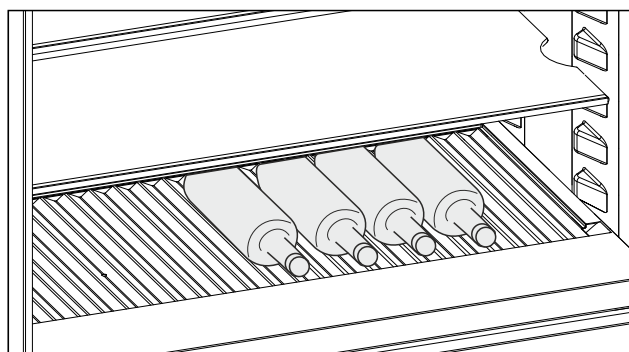

Fig. 207 Immagine a titolo di esempio
- Inserire le bottiglie con il fondo rivolto verso la parte posteriore. (vedere Fig. 207)